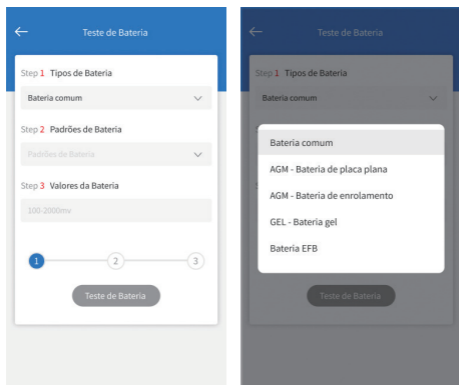

Figura 4.1.1
2. Seleccione o tipo de bateria correspondente (Veja figura 4.1.1). O tipo específico de bateria é normalmente listado na etiqueta da bateria.